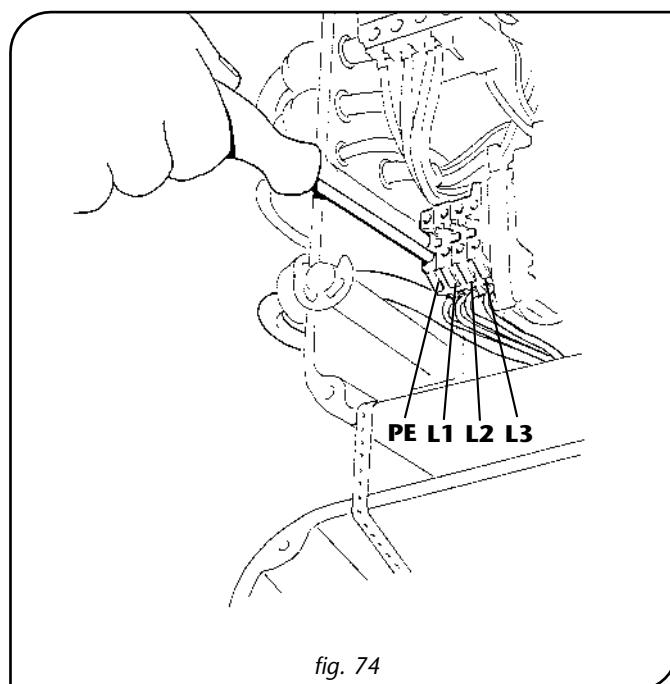

fig. 74
5. Raccorder le câble d'alimentation tétrapolaire aux bornes -L1-L2-L3-, en connectant le conducteur jaune/vert à la borne de mise à la terre (PE) et en serrant à fond les bornes pour éviter tout mauvais contact (fig. 74).